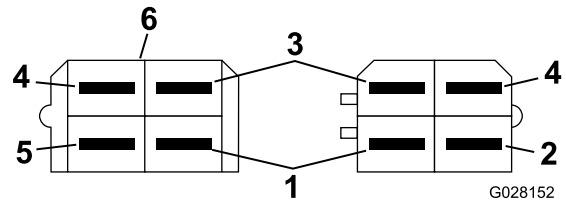

Figura 13
10. Conecte el conector del arnés de cables de la máquina con cable de color verde/blanco al conector marcado del faro izquierdo (Figura 13).